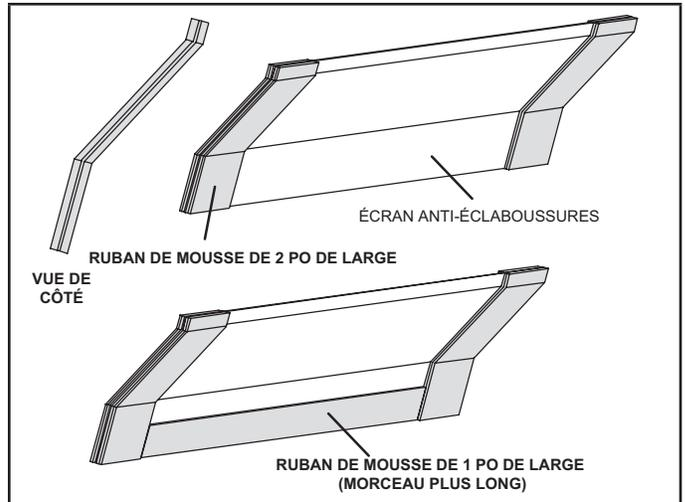

FIGURE 7. Application d'une bande de mousse sur l'écran anti-éclaboussures
- 4 - La bande de mousse forme un joint entre l'écran anti-éclaboussure et le serpentin afin que de l'eau ne puisse pas pénétrer dans le courant d'air. Les morceaux de mousse sont pré-coupés. Appliquez de la mousse sur les écrans anti-éclaboussure comme illustré à la figure 7 et précisé ci-dessous :